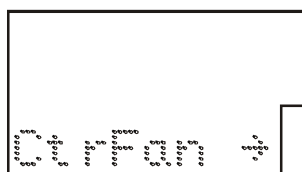

Figura 13: Sinalização do relé para menu de Controle dos grupos de ventilação.
c) pressionar a tecla **M** para acessar os menus e sub-menus de programação. O relé sinaliza entrada no menu de Controle dos grupos de ventilação como mostrado na figura 13. Durante a navegação nos menus e sub-menus de programação, observar no display alfanumérico o último caracter da direita. Quando neste caracter for apresentado o símbolo **→** indica início de uma pasta do menu ou sub-menu de programação. Os menus e sub-menus do relé estão relacionados nas tabela de 19 até 27.